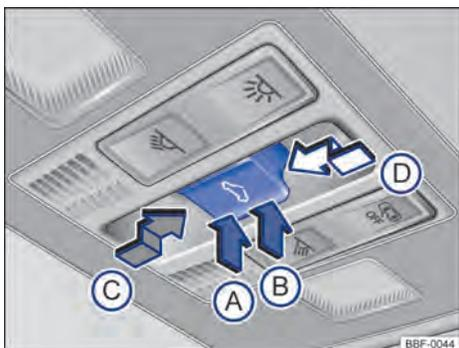

Fig. 62 No revestimento do teto: botões para teto solar e cortina de proteção solar.
- **Levantar o teto solar:** pressionar o botão → Fig. 62  até o primeiro nível. Curso automático: pressionar o botão  até o segundo nível.
- Pressionar o botão  até o segundo nível → Fig. 62 , até que o teto de vidro esteja totalmente fechado.